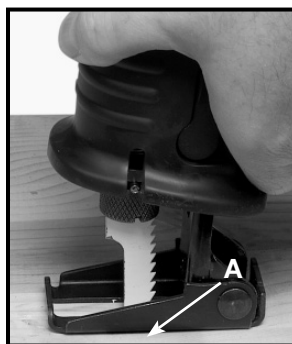

Fig. 12
La semelle (A) Fig. 12, sert de support durant la coupe. Elle pivote de sorte que la scie peut être levée progressivement à une position perpendiculaire par rapport à l'ouvrage alors que la scie est déplacée vers l'opérateur.